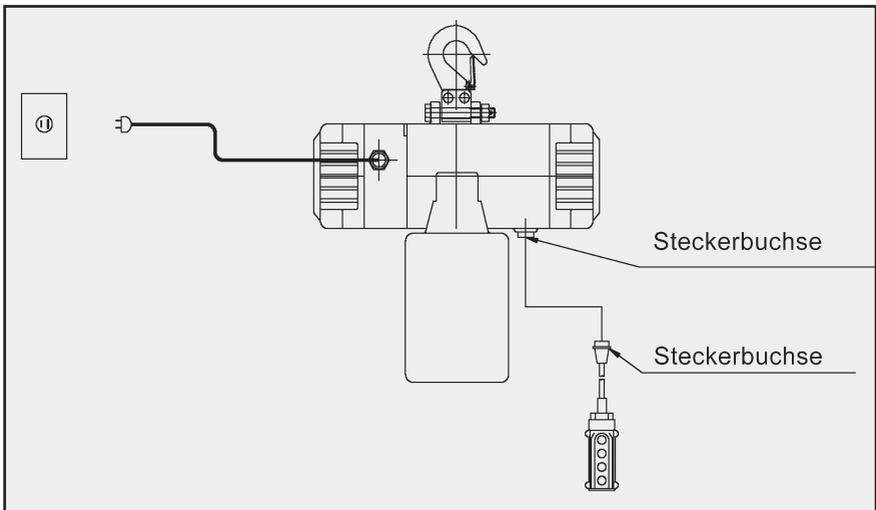

Bild 4.3.2
4. Schließen Sie das Gerät durch eine unterwiesene Person an den Stromkreislauf an. (**Bild 4.3.2**)